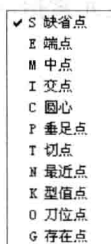

图 1-23 工具点菜单
(1) 当系统提示输入点时,按空格键,弹出工具点菜单,显示可自动捕捉的点的类型,用快速捕捉的方式创建一个新点,如图 1-23 所示。